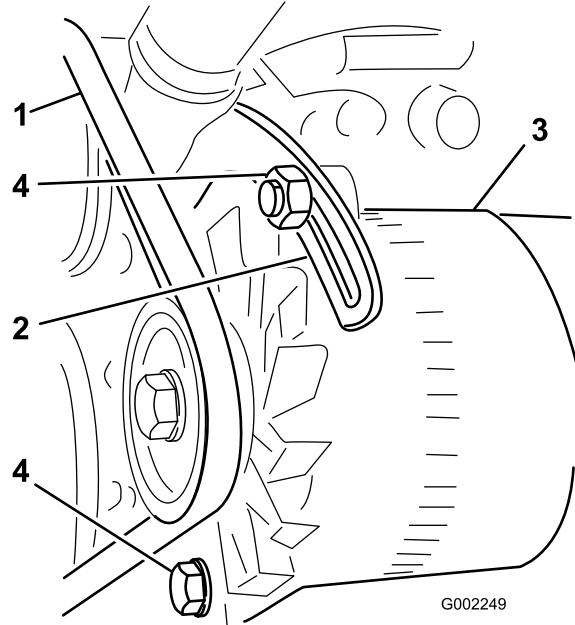

Figura 88
3. Desaperte as porcas que fixam a abraçadeira ao motor e a porca que fixa o alternador à abraçadeira (Figura 88).